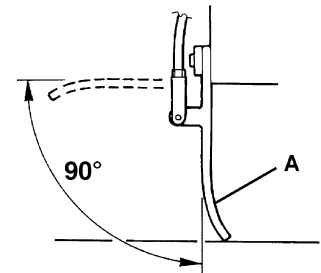

Figure 16
11. Appuyer sur la pédale du volet avant (5) et contrôler que le volet avant (A, Fig. 16) tourne vers le haut d'environ 90° (voir la figure) ; relâcher la pédale et contrôler que le volet revient à la position initiale et qu'il ne reste pas dans une position intermédiaire. Si besoin est, pour le réglage ou le remplacement du câble de commande du volet avant, se référer au manuel d'entretien.